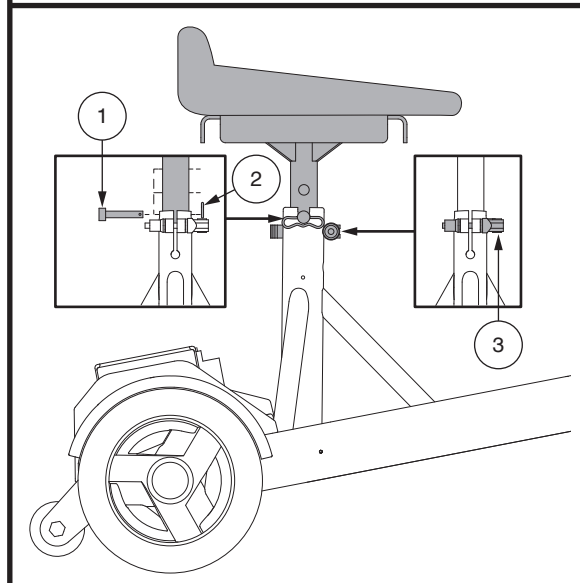

Figure 19. Réglage de la hauteur du siège
Le siège peut être repositionné à différentes hauteurs. Voir la figure 19.
1. Tout en tenant le siège, alignez les trous de réglage sur le siège et la tige de selle inférieure et insérez la tige. Voir la figure 19.